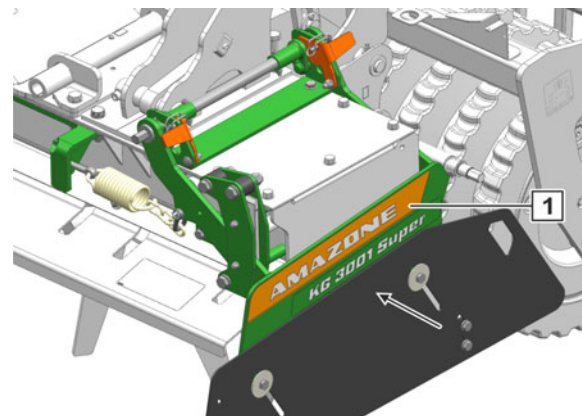

Рис. 152
- Боковой щиток (Рис. 152/1) установлен во внутреннем положении.